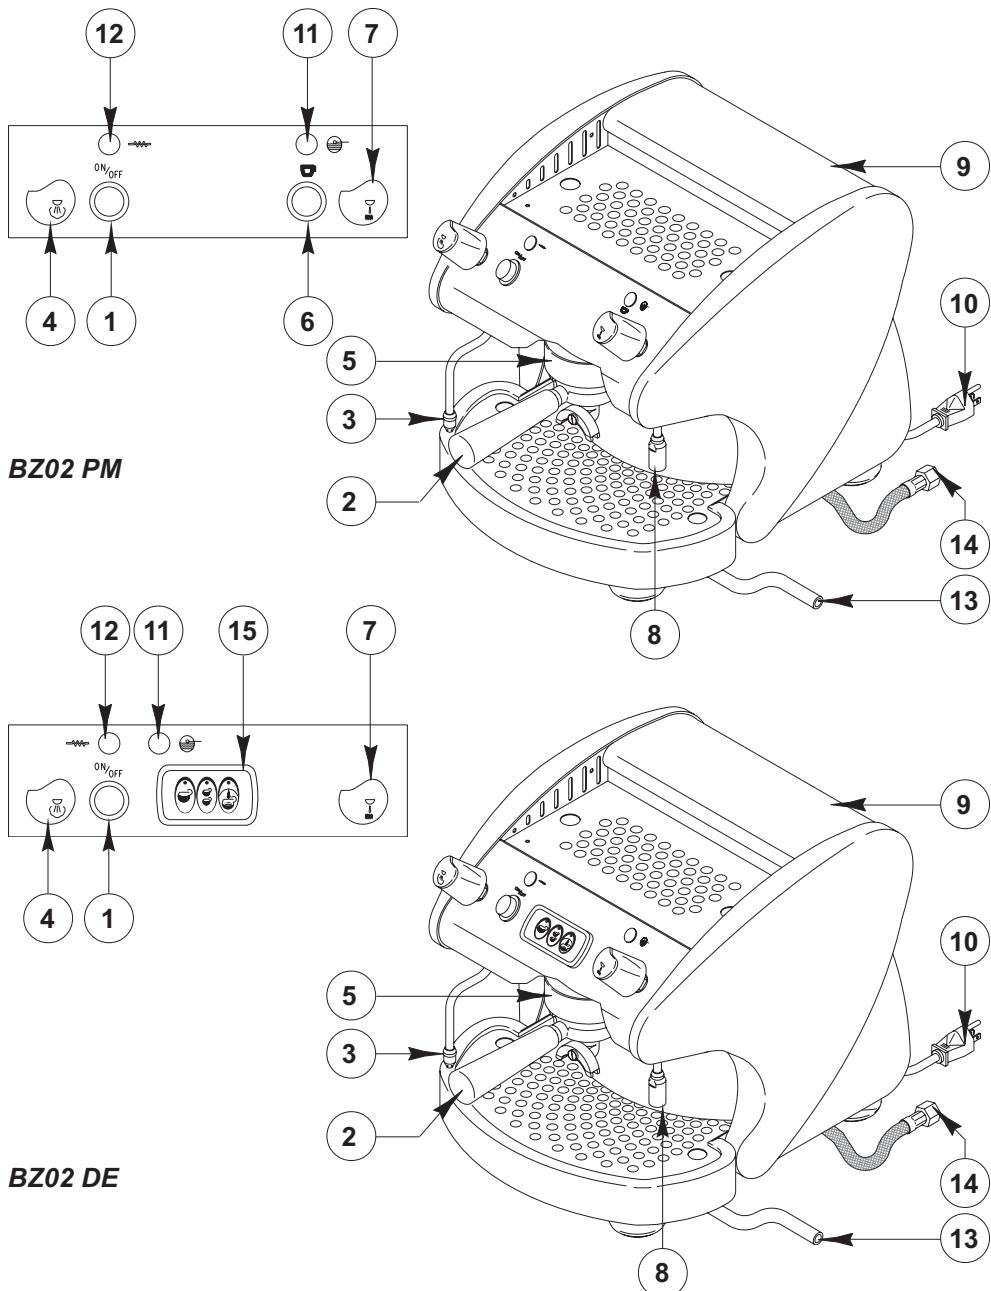

Fig. 1
Installer un robinet d'interception de l'eau en amont du branchement de la machine (fig. 1; pos. 14).
Le raccord de chargement de l'eau (fig. 1; pos. 14) est fileté G 3/8".
Connecter une tuyaute d'évacuation D10mm au raccord de décharge (fig. 1; pos. 13) pour décharger l'eau dans un siphon hydraulique.
Introduire l'eau dans le réservoir, version S (fig.1; pos. 9).
Presser l'interrupteur ON/OFF (fig.1; pos. 1).
Pour porter la machine à la température correcte, ouvrir le robinet vapeur (fig. 1; pos. 4) et décharger 2 ou 3 fois la vapeur dans le bassinet de vidange.
Le voyant vert (fig. 1; pos. 12) allumé indique le branchement de la résistance.
Le voyant jaune (fig. 1; pos. 11) allumé, indique le fonctionnement régulier de la machine; s'il est éteint, signifie que le niveau d'eau en chaudière est insuffisant.